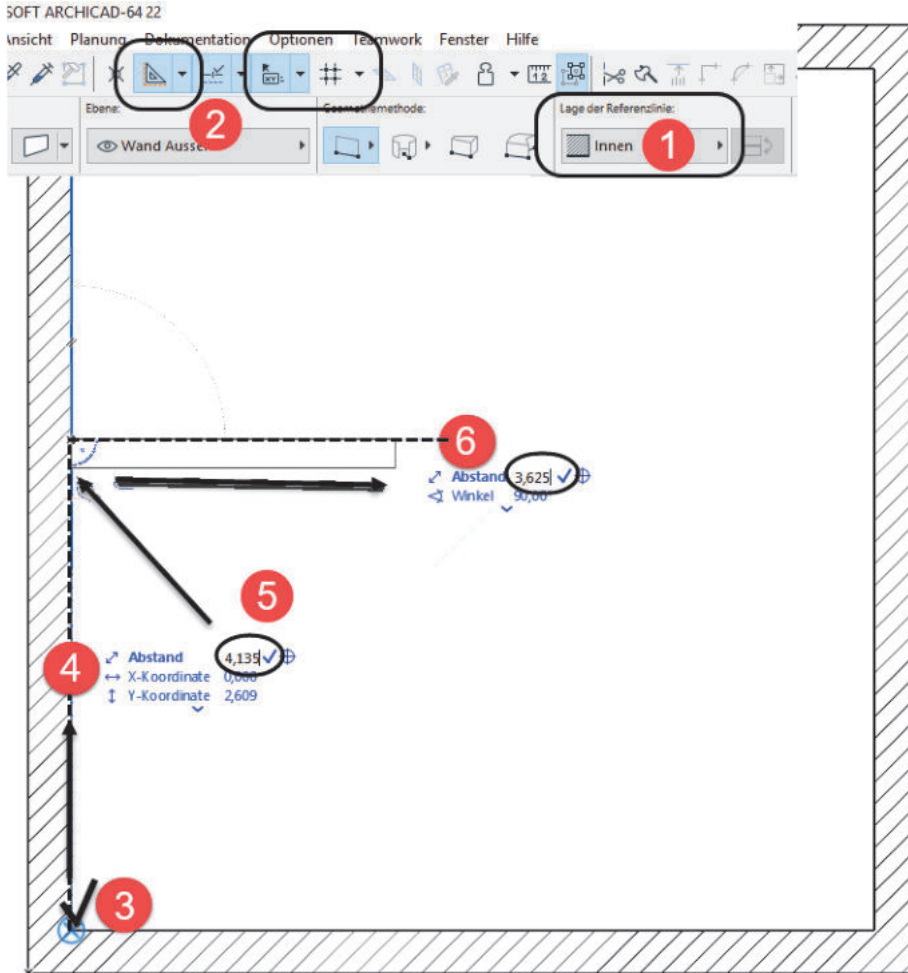

Abb. 1.33: Koordinateneingabe entlang Hilfslinie und TRACKER-Eingabe für zweiten Punkt einer Wand (RMK – Rechts-Maus-Klick)
- fahren Sie die Ecke unten links an (Abbildung 1.33), bis das Häkchensymbol erscheint und die Wand-Innenecke hellblau umkringelt wird,